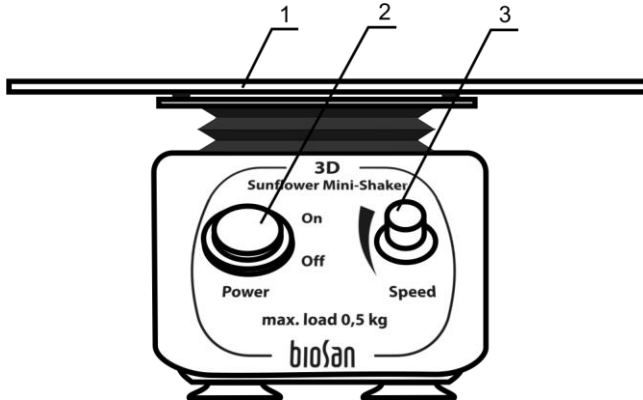

Fig.1. Panneau de configuration
- 4.2. Placez les échantillons sur la plate-forme de l'appareil (Fig.1/1).
- 4.3. Mettez **sous tension** en appuyant sur l'interrupteur (**Power**) (Fig.1/2).
- 4.4. Utilisez le bouton de contrôle de vitesse (Fig.1/3) pour régler la vitesse d'agitation souhaitée.